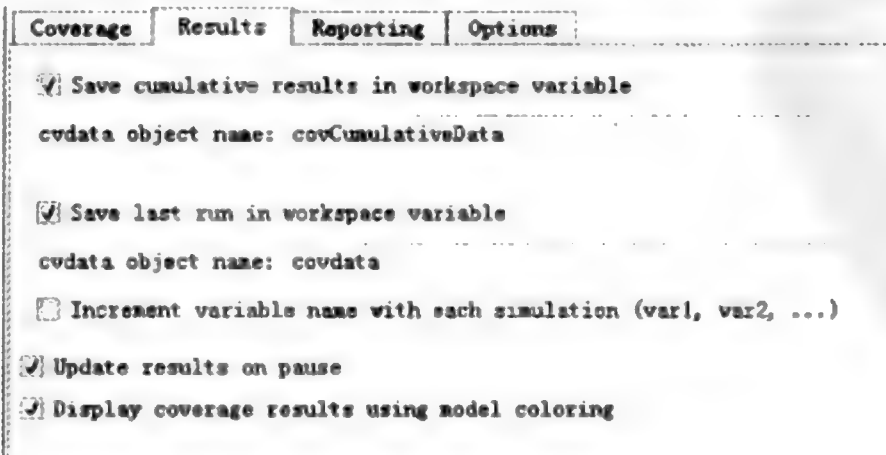

图 9.5.40 Results 选项卡
(2) Results 选项卡。该页有 5 个选项,如图 9.5.40 所示。